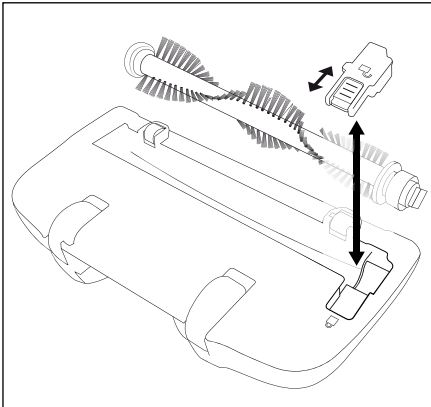

Abb. 4
- 2) Schieben Sie die Verriegelung an der Abdeckplatte Richtung -Symbol und nehmen Sie die Abdeckplatte ab (Abb. 4).
- 7) Setzen Sie die Abdeckplatte wieder auf und verriegeln Sie sie, indem Sie die Verriegelung Richtung -Symbol schieben (Abb. 4).